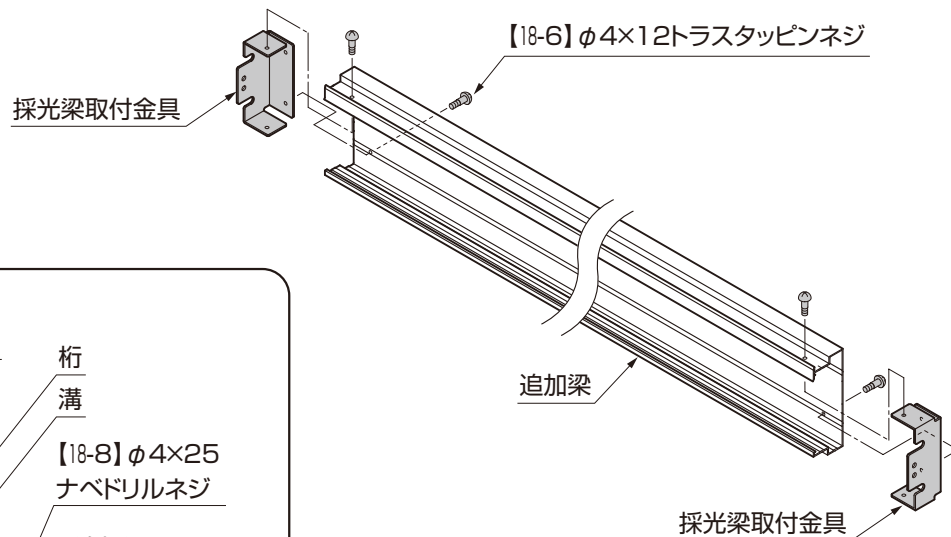

図15-1
- ①追加梁に【18-6】で採光梁取付金具を取付けてください。(図15-1参照)